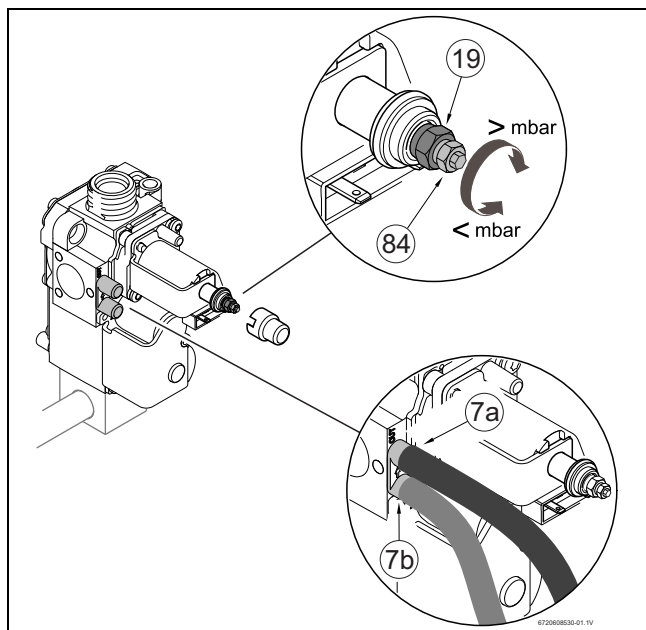

Fig. 27 Cuerpo de gas
- ▶ Desmontar la cubierta del tornillo de ajuste del gas (19) (Fig. 27).
- ▶ Tratándose de gas natural: ajustar el consumo MAX con el tornillo de ajuste (19) (Tab. 10).